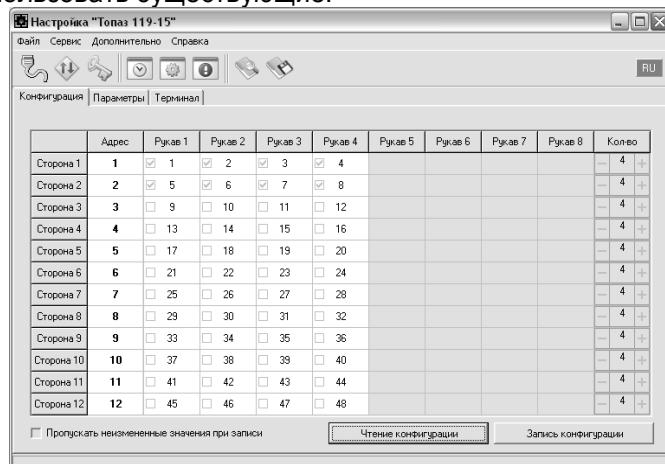

Рисунок 1
- в) считать конфигурацию устройства на вкладке "Конфигурация" (рисунок 1);